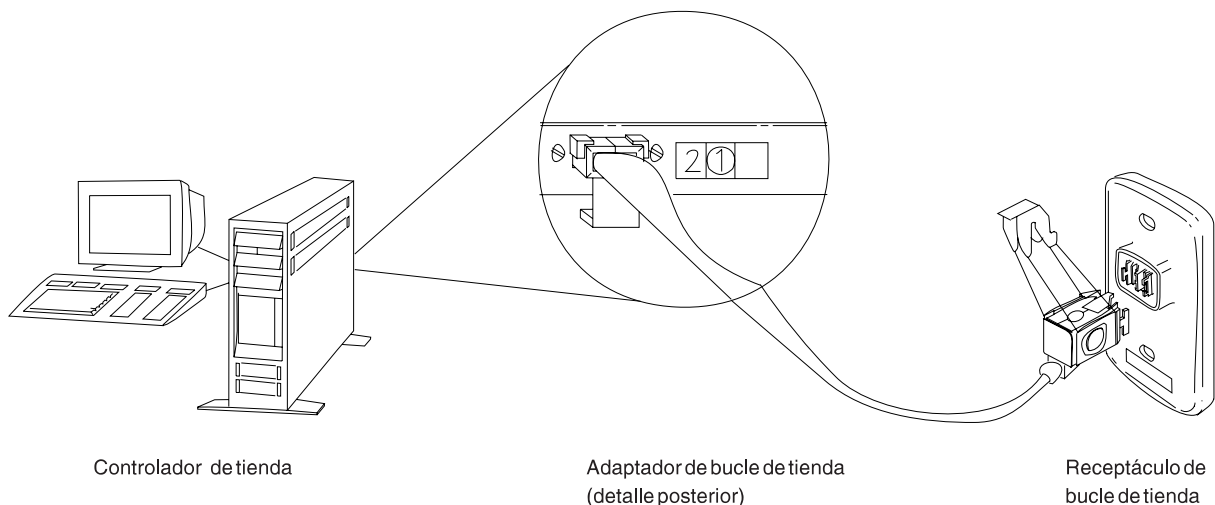
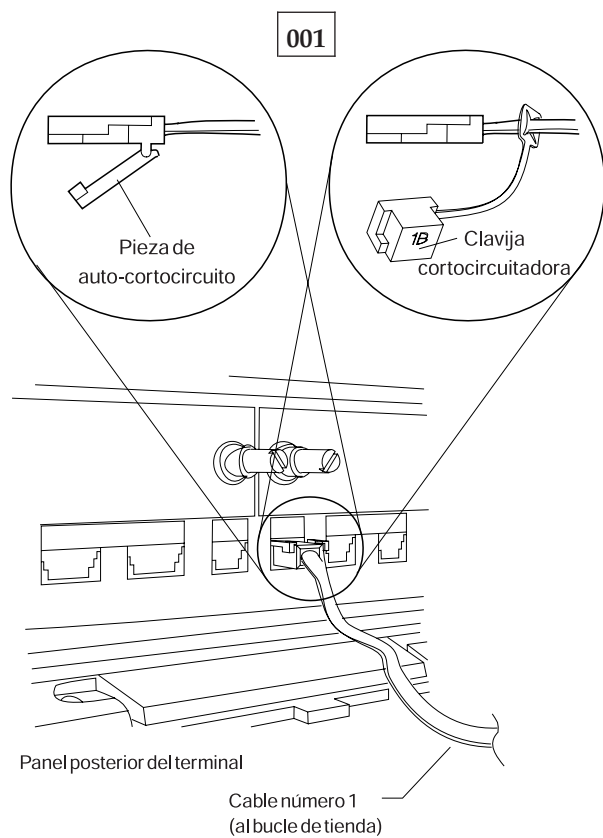

Figura 39. Adaptador de bucle de tienda del controlador de tienda y receptáculo de bucle de tienda
Figura 40. Clavija cortocircuitadora 1B y cable 1 de bucle de tienda de terminal Mod1
- Asegúrese de que el cable de bucle de tienda está enchufado al zócalo de cable de bucle en el terminal Mod1 que visualiza el mensaje W005 y de que el otro extremo del cable está enchufado al receptáculo de bucle de tienda. Consulte la Figura 39 en la página 544 y la Figura 40 en la página 544.
- Desconecte del bucle de tienda el controlador de tienda de reserva desenchufando el cable de bucle de tienda del receptáculo de bucle de tienda. Consulte la Figura 39 en la página 544.
- Desconecte del bucle de tienda este terminal Mod1 desenchufando el cable de bucle de tienda del receptáculo de bucle de tienda. Consulte la Figura 39 en la página 544.
¿Está enchufado el cable de bucle de tienda al adaptador de bucle de tienda en el controlador de tienda activo? Consulte la Figura 39 en la página 544.